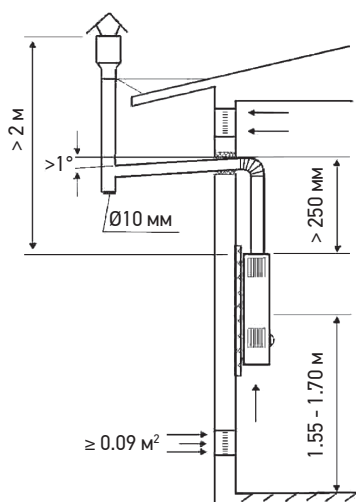

Рис. 6. Підключення апарата до димаря
9.1 Найбільш поширена схема приєднання газовідвідної труби представлена на рис.6.